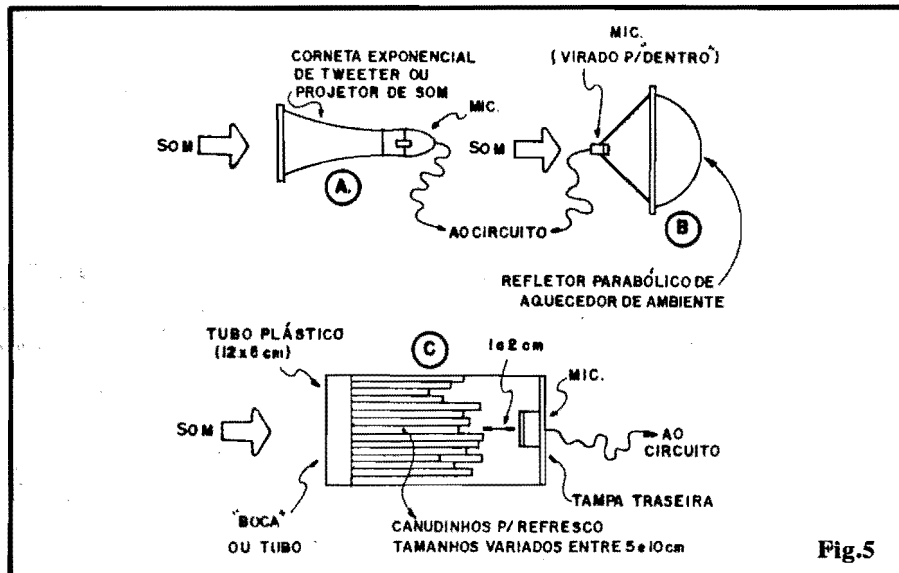

Fig. 5
Como sugestão básica, a fig. 5 mostra como pode ficar um ponto do MALOSA, num arranjo "clássico" e simples: a partir de uma caixa comercial que já contenha o alto-falante, basta instalar o circuito no interior da dita caixa, colocar o "jaque" de entrada do sinal de linha na traseira, fazendo o mesmo com o "rabicho" de alimentação. Numa das laterais pode ficar o potenciômetro (que incorpora a função "liga-desliga").
- - Materiais para eventual confecção do "concentrador sonoro" ou "lente acústica" (detalhes nas figs. 5 e 6, mais adiante), como corneta exponencial, refletor parabólico, canudinhos de refresco (para ressonância), etc.
O MAME, contudo, permite interessantes adaptações para audição remota "sem fio", no sistema de "telescópio acústico" (que perdoem os puristas da física e da semântica...). Para tanto, basta acoplar sistemas de concentração, ressonância ou direcionamento do som recebido pelo microfone, conforme sugerem as idéias mostradas na fig. 5. Vamos analisá-las:
-5-C- Um sistema sofisticado (em termos acústicos), porém de fácil implementação, constitui um "ressonador", formado por tubo (ao qual o microfone vai adaptado) contendo muitos tubinhos de comprimentos diferentes, com o que cada tubo estará "sintonizado" numa frequência de áudio, promovendo um certo reforço por "ressonância" no som recebido, além de incrementar a diretividade do sistema! A solução mostrada da fig. 5-C é básica, mas muitos outros materiais podem ser utilizados. Em qualquer caso, a cápsula do microfone **não pode** tocar a extremidade traseira do conjunto de tubos, devendo ser guardado um espaço, para perfeito funcionamento e bom aproveitamento do efeito de "ressonância". Conjuntos bem maiores do que o sugerido também podem ser construídos, usando-se, na ressonância, muitos tubos de alumínio finos (do tipo utilizado na construção de antenas domésticas de TV, por exemplo), com comprimentos escalonados desde cerca de 1 metro até poucos centímetros, firmemente juntados com braçadeiras e acoplados a um funil, na traseira, ao "fundo" do qual o eletreto pode ser fixado. Quanto